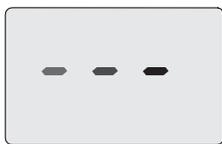
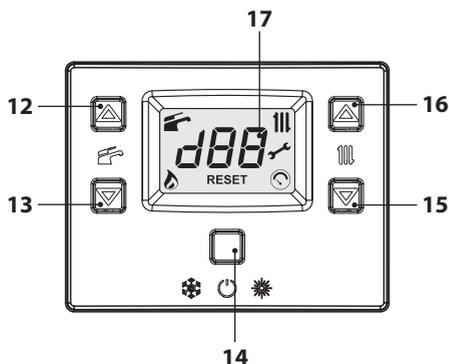

Figura 6.4
Figura 6.5
- Alimentare elettricamente la caldaia azionando l'interruttore bipolare previsto in installazione Il display LCD visualizza il simbolo  (i trattini vengono accesi in sequenza per simulare uno scorrimento) (Figura 6.4).
- Tenere premuto per 2 secondi il tasto 14 fino a far apparire sul display entrambe i simboli  e  Figura 6.5.
- Spegner la caldaia tenendo premuto per 2 secondi il tasto 14 (Figura 6.5) fino a far apparire sul display LCD il simbolo  (i trattini vengono accesi in sequenza per simulare uno scorrimento) (Figura 6.4).